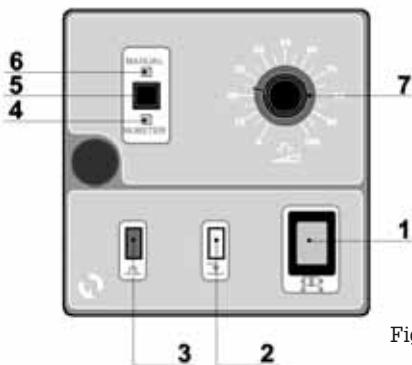

Fig. 17
8.1.3 - COMANDI POMPA DLS-F (Fig.17)
8.1.4 - DESCRIZIONI COMANDI POMPA DLS-F (Fig.17)
- **INTERRUTTORE ON/OFF (1)**